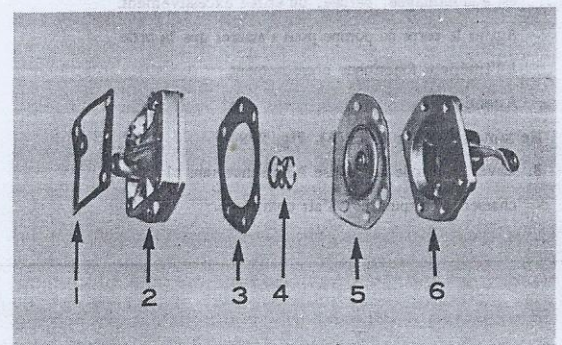

Fig. 2-94 Assemblage de la membrane de pompe diaccélération
3. Assembler la membrane de pompe de reprise dans l'ordre indiqué à la Fig. 2-94, puis mettre en place la goupille dans le trou central de la tige de commande.